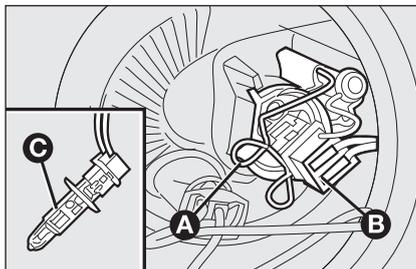

fig. 22
- desenganche la tenacilla de sujeción de la lámpara **A-fig. 22**;